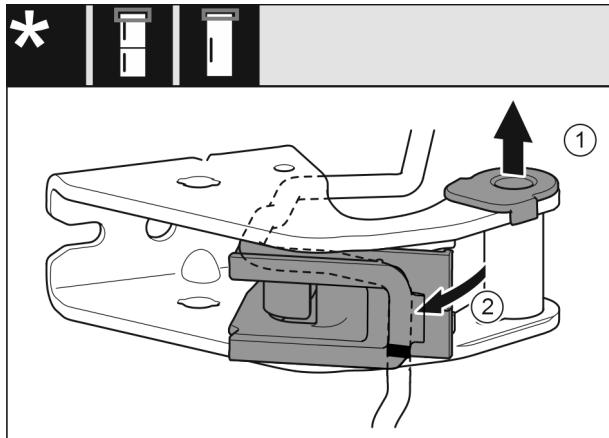

Fig. 17
- Puzdro ložiska vytiahnite z vedenia. Fig. 17 (1)
- Držiak kábla vychýlte. Fig. 17 (2)